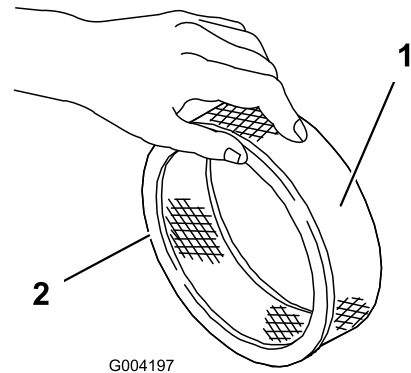

图 146
5. 检查纸质过滤器是否存在破裂、油性薄膜和橡胶封条损坏 (图 146)。